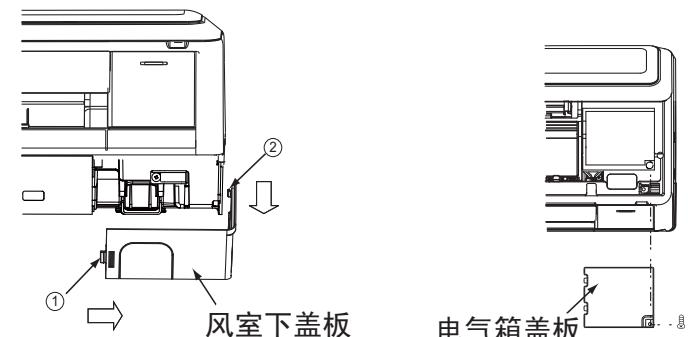
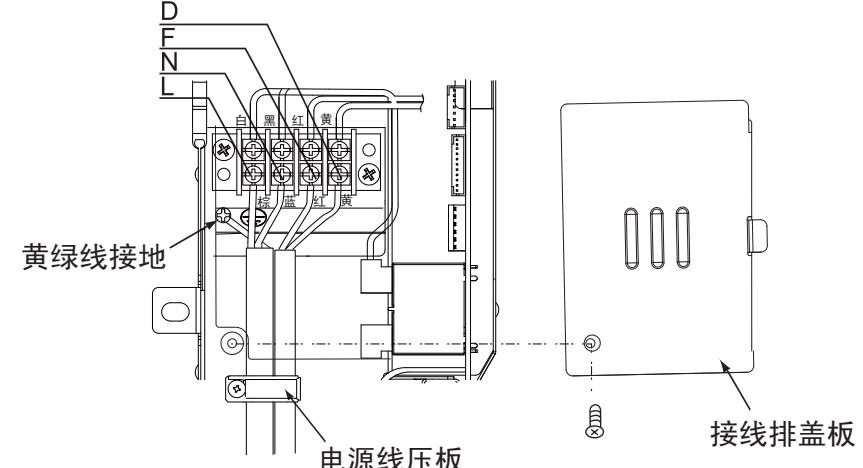

图14 电气箱盖板
图15
(1) 连接盖板拆去顺序
用手将面框右下角风室下盖板①、②处的勾子沿箭号方向拉，将风室下盖板取出。（如图14）
(2) 电线连接顺序
- 将连接电缆从风室下盖板处往内插入后，再将连接电缆如下图将头部弯折。（如图15）